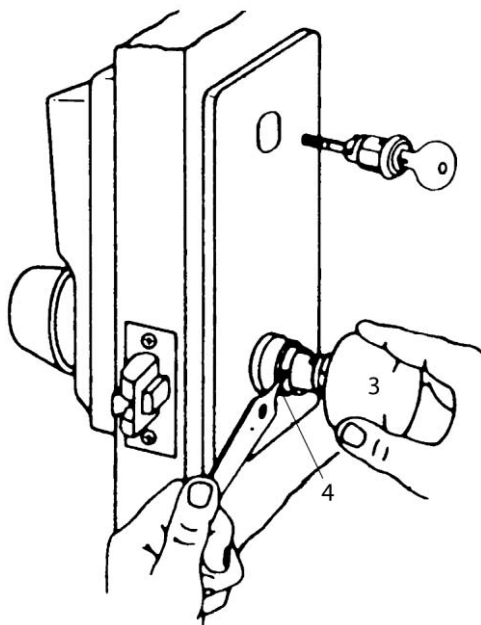

Рис. 8.11. Установка внутренней рукоятки (С разрешения компании Simplex Access Controls Corp.)
10. Вставить фиксирующий штырь в установочное отверстие в воротнике рукоятки (рис. 8.11). Если резьбовое кольцо в декоративной накладке закрывает это отверстие, то нужно ослабить кольцо и совместить отверстие в кольце с отверстием в воротнике. Отжать фиксирующий штырек рукоятки острым концом гаечного ключа и сдвигать ее до тех пор, пока фиксирующий штырек не вернется обратно на свое место.